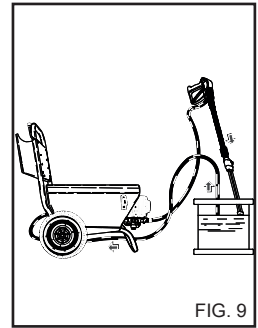

FIG. 9
- 1) Efter brug sammen med rengøringsmidlet skal højtryksvandsystemet skylles omhyggeligt: Lad pumpen være aktiveret i 1 minut, mens doseringshanen er fuldstændigt lukket. (fig. 9).
4) Efter anvendelse med sæbe skal sugerekredsløbet skylles. Sæt slangen til sæbeindsugning (fig. 9) ned i en dunk med rent vand og lad pumpen køre i ca. 1 minut med spulerørret i sæbetilsætningsfunktion.